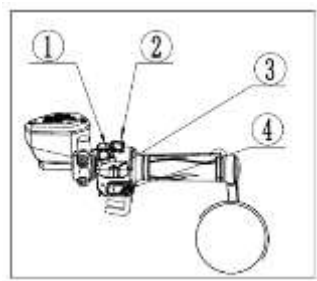

Fig7 Right switch combination
4.4 Combinación del interruptor derecho (Fig. 7)